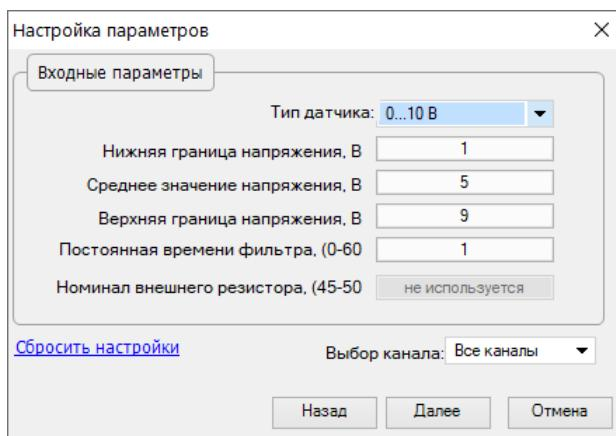

Рисунок 8.9 – Меню настройки параметров
3. Далее в окне «Настройка параметров» выбрать значение параметра «Тип датчика» равным «0...10 В» (см. рисунок 8.9).